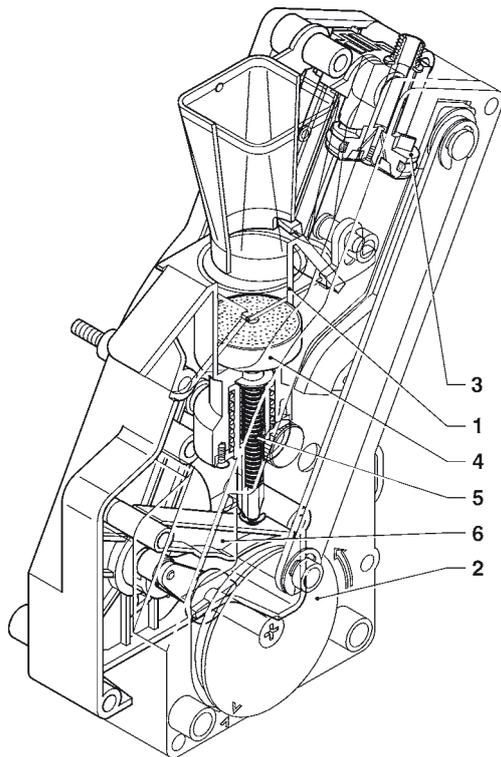

Abb. 17
Bei Abfrage einer Kaffeewahl, dreht sich die Gruppe während des Betriebs der Mühle um 180°. Auf diese Weise wird die Brühkammer in Senkrechtstellung gebracht (siehe Abb. 17).
Der Kaffee fällt in die vertikal angebrachte Brühkammer (1) (siehe Abb. 17).